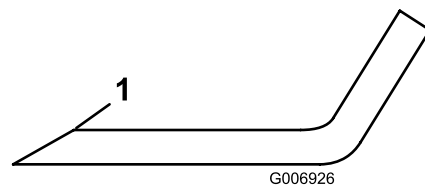

Figure 85
3. Examinez les tranchants de toutes les lames. Affûtez-les s'ils sont émoussés ou ébréchés. N'affûtez que le haut du tranchant et conservez l'angle de coupe d'origine pour obtenir une coupe nette (Figure 85). Limez la même quantité de métal sur chacun des deux tranchants pour ne pas déséquilibrer la lame.